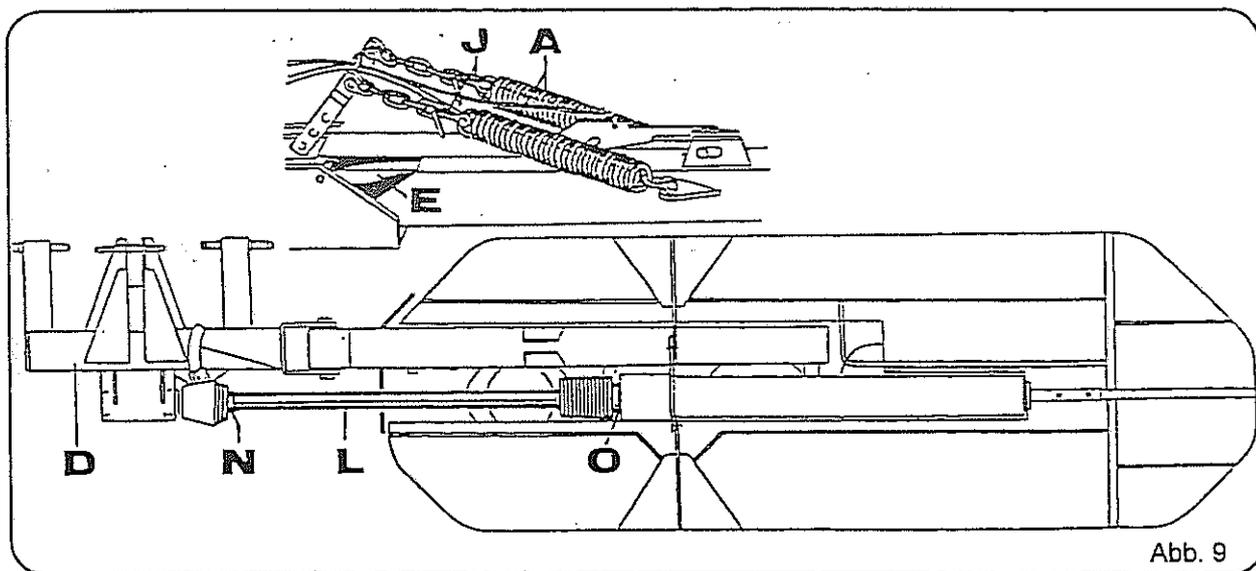

Abb. 9
Den Tragbock in Normalstellung bringen wie Abb. 9, Pos. D es zeigt.
- Entlastungsfedern anbringen (Abb. 9, Pos. A)
Die Federspannung kann durch ein Umstecken der Schäkkel (Abb. 9, Pos. J) in ein anderes Kettenglied verändert werden.
- Schutzdeckel mit Achse und Schenkelfeder montieren (Abb. 9, Pos. E).
- Mit der Gelenkwelle (Abb. 9, Pos. L) Hauptgetriebe und Mähbalkengetriebe verbinden. Gelenkwellenseite mit Haltekette (Abb. 9, Pos. O) ist am Hauptgetriebe zu montieren. (Klemmschrauben auf beiden Seiten fest anziehen).
- Gelenkwellenschutz durch Einhängen der Kette gegen Mitlaufen sichern (Abb. 9, Pos. N).
- Schutztopf mit Spannband am Getriebe befestigen (Abb. 9, Pos. O).
Die Federspannung kann zur Entlastung des Mähers durch Umstecken der Schäkel (siehe Seite 11, Abb. 9, Pos. J) in ein anderes Kettenglied verändert werden